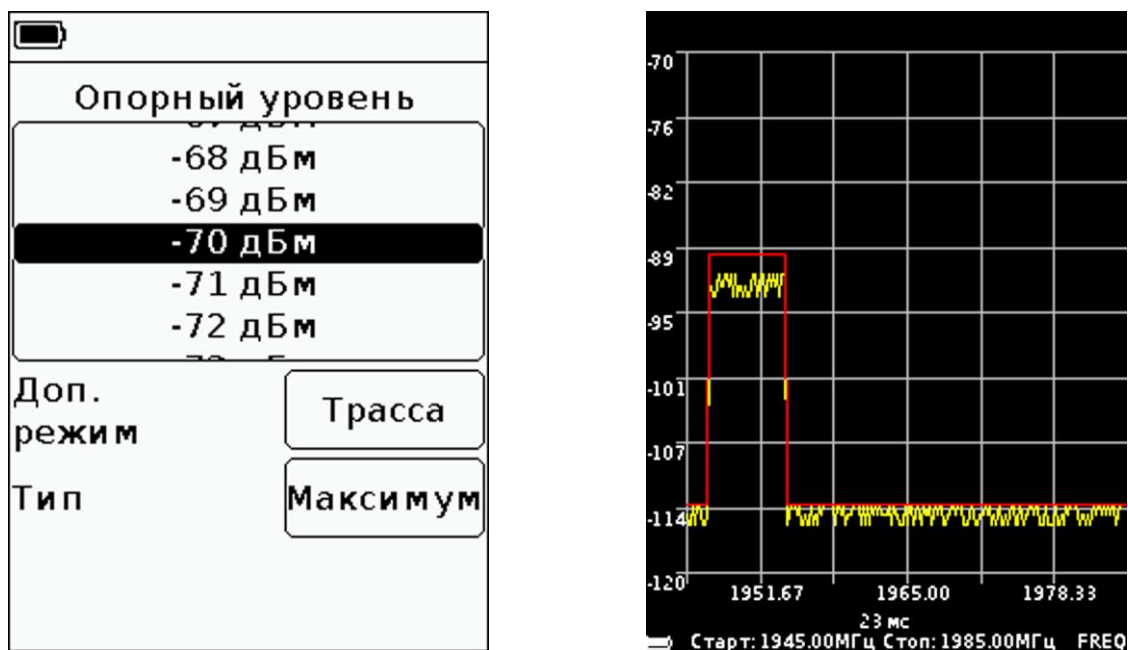

Рисунок 8.4.2 – Измерения в дополнительном режиме «Трасса Максимум»
8.4.2.1. В дополнительном режиме «Трасса» при выборе типа измерений «Максимум», происходит отображение максимальных значений сигнала на экране и построение трассы красного цвета по точкам максимальных значений (Рисунок 8.4.2).